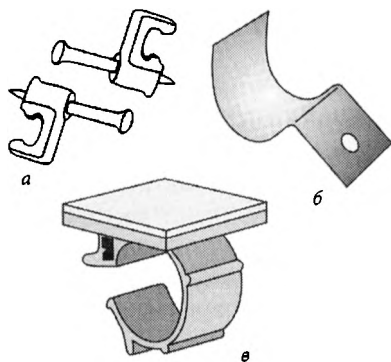

Рис. 2.14. Изделия для крепления проводки:
**Электроустановочная скоба** — это пластиковая скоба, размер которой подбирается в зависимости от сечения кабеля (рис. 2.14, *а*). Идет в комплекте с металлическим гвоздем или шурупом. Она прекрасно подходит для крепления кабеля на перегородках из дерева, мягкого кирпича, штукатурки или пластика. Кроме того, электроустановочные скобы бывают металлическими (рис. 2.14, *б*). Ими крепят кабели на любые перекрытия с помощью дюбель-гвоздей, плотницких гвоздей или шурупов.
**Самоклеящиеся площадки** — очень интересный вид крепежа. Применяется в тех случаях, когда кабель необходимо провести по декоративной поверхности (например, по мебели). Слой защитной бумаги с подошвы площадки снимается, и площадка клеится на поверхность (которая должна быть гладкой, обезжиренной и очищенной от пыли). Кабель прикрепляется к площадке при помощи хомута или специального зажима (рис. 2.14, *в*).